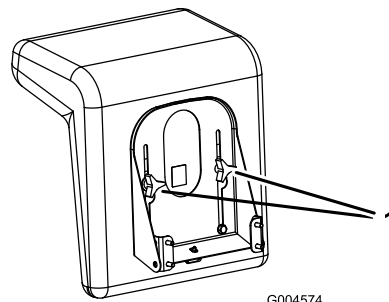

Bild 9
1. Hæv sædet, og løsn justeringsknapperne (Bild 9)